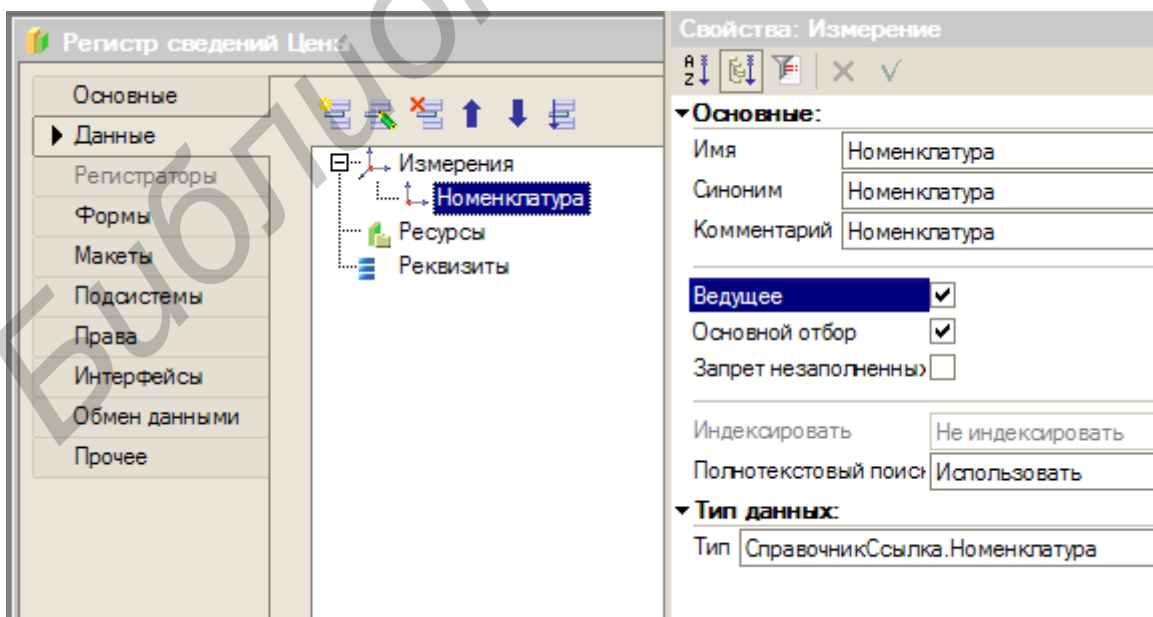

Рис. 6.1. Окно *Регистр сведений*
1. Откройте конфигуратор и создайте новый объект конфигурации *Регистр сведений*. Назовите его *Цены*. Установите периодичность этого регистра в пределах секунды. Перейдите на закладку *Данные* и создайте измерение регистра *Номенклатура* с типом *СправочникСсылка.Номенклатура*. Укажите, что это измерение будет ведущим (рис. 6.1).